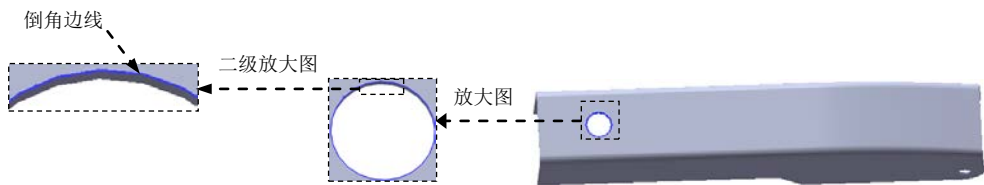

图 12.4.14 选取倒角边线
(2) 定义倒角对象。选取图 12.4.14 所示的边线为要倒角的对象。